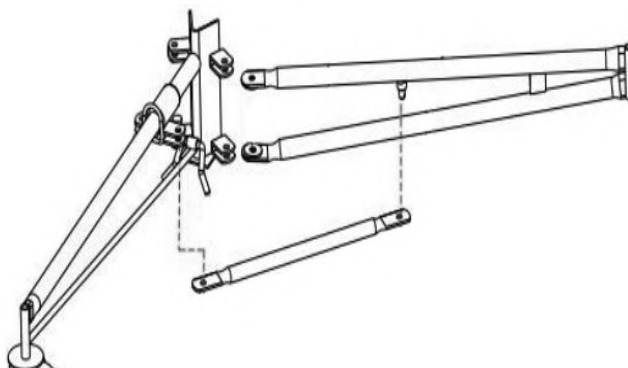

Abbildung 11
- Befestigen Sie die Bodenverbinder mit Hilfe von Unterlegscheiben Ø12, Splintern Ø2,5x25 und Schrauben an Bodenschenkel und Jochring wie in Abb. 11 gezeigt.